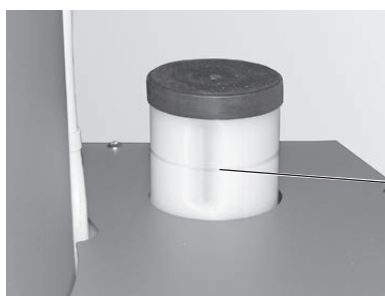

Fig. 75 Wasserbehälter befüllen
- ▶ Stopfen vom Wasserbehälter entfernen und nachfüllen – Fig. 75.